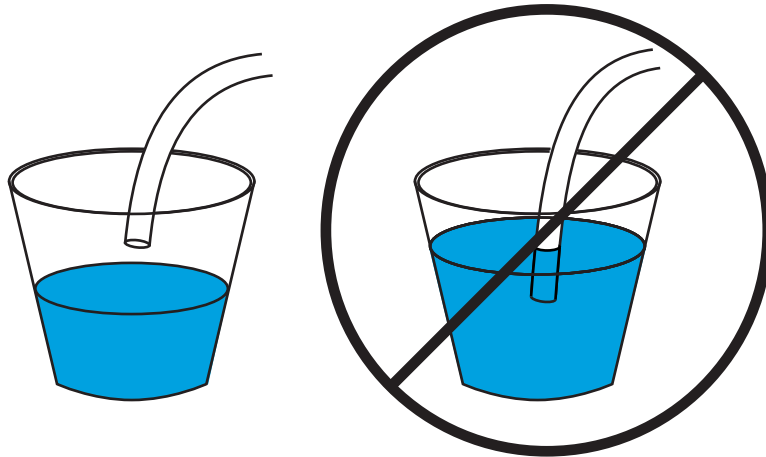

Рис. 37 Слева показана дренажная трубка, которая свисает правильно, а справа — трубка, ненадлежащим образом погруженная в контейнер
- Открытый конец трубки не погружен в дренажный контейнер (Рис. 37).